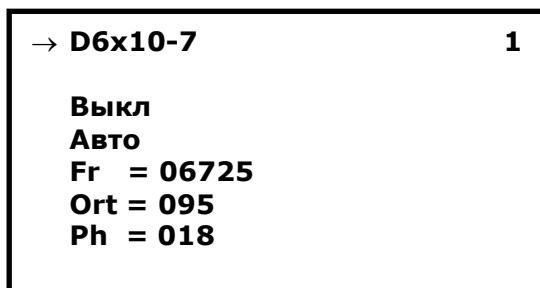

Рис. 29
- **«РЕДАКТОР»** - вход в режим работы с системными настройками датчиков. При нажатии кнопки [+], включается меню настройки датчиков (Рис. 29). В этом меню доступны следующие настройки: